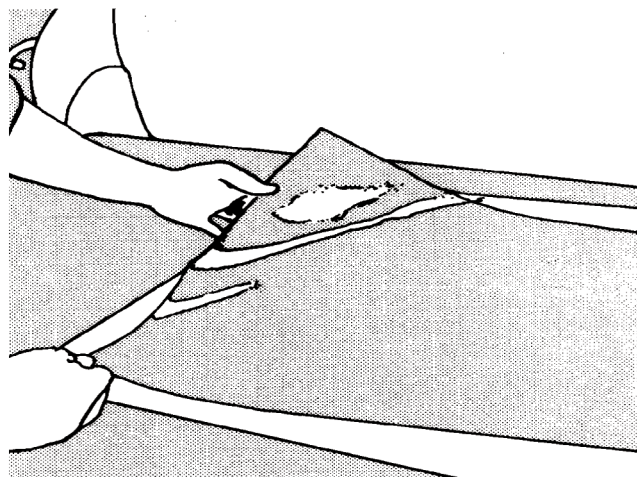

Figura 2. Sollevare e rovesciare la pellicola.
7. Sollevare e rovesciare la pellicola con la parte adesiva verso il fondo di applicazione e allineare il pannello a eventuali segni di fissaggio (vedi Figura 2).